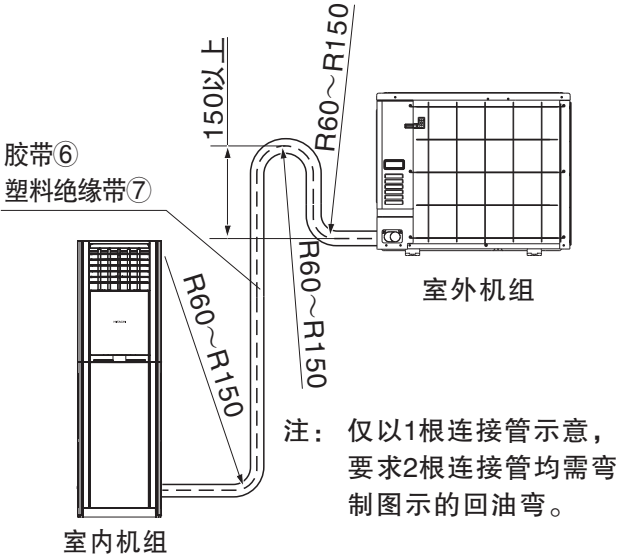

图8
- 注：(1) 允许连接管最大长度为15米。所配连接管②、③长度为5米,若要加长，推荐从第5米开始每加长1米追加制冷剂30克。
- (2) 安装时如必须加长连接管，请按表(1)要求连接。
- (3) 室内、外机高度差必须小于5米。
- (4) 当室外机比室内机高时，必须将铜管弯制“回油弯”如图8。